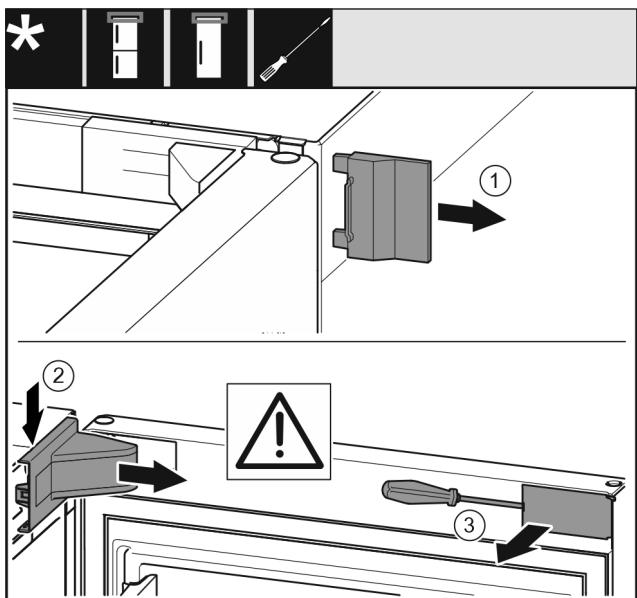

Fig. 8
► Снимите внешнюю крышку. Fig. 8 (1)
► Освободите и отсоедините крышку опорного кронштейна. Снимите крышку опорного кронштейна. Fig. 8 (2)
► При помощи шлицевой отвертки освободите накладку и отведите в сторону. Fig. 8 (3)